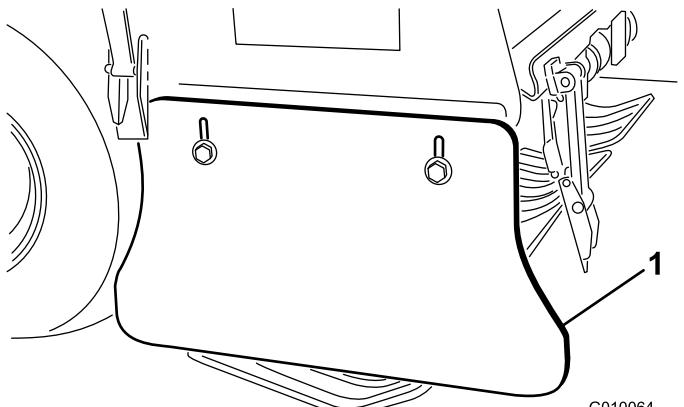

图 183
2. 旋松将侧护罩固定至打孔头机架的平头螺丝和凸缘锁紧螺母 图 183。